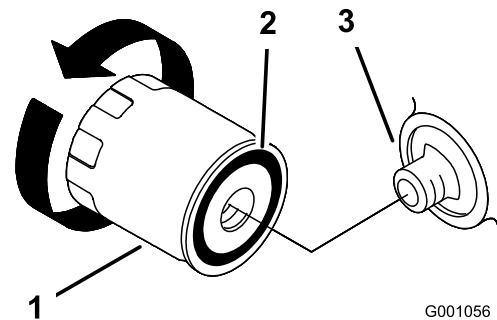

Figura 20
- Retire el filtro usado y limpie con un paño la superficie de la junta del adaptador del filtro (Figura 20).
- Aplice una capa fina de aceite nuevo a la junta de goma del filtro nuevo (Figura 20).
- Instale el filtro de repuesto en el adaptador de filtro; gire el filtro en el sentido de las agujas del reloj hasta que la junta de goma entre en contacto con el adaptador del filtro, luego apriete el filtro de 2/3 a 1 vuelta más (Figura 20).